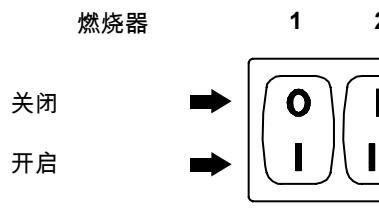
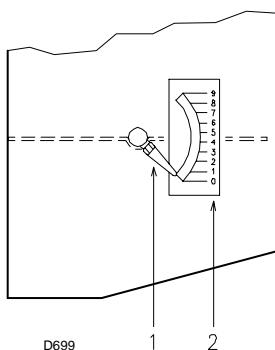
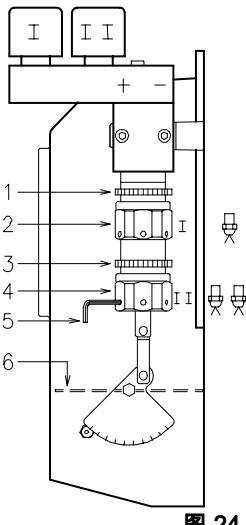

图 22
图 23
图 24
- 若从螺栓 3) 处有油漏出，则油泵注油成功。关闭燃烧器，将开关 1) (图 22 第 20 页) 置于“OFF”位置并拧紧螺栓 3)。
将开关 1) (图 22) 置于“ON”处。
将开关 2) (图 22) 置于一段火运行处以保持燃烧器在一段火时的平稳运行。风量挡板 6) (图 24) 的开启程度必须根据所选喷嘴进行调整；指针 1) (图 23) 必须与标有刻度的扇型刻度盘 7) (图 23) 相应位置对齐。可以用六角螺丝进行调整 2) (图 24)：
刻度 2.3 (图 23) 必须与指针 1) 对齐。
调整结束后，用螺母 1) 将六角螺丝 2) (图 24) 拧紧。
N° = 刻度 2) (图 23)
将开关 2) (图 22 第 20 页) 置于二段火运行位置, 松开螺母 3)(图 24) 后, 转动六角螺丝 4)(图 24) 调整风量挡板 6)(图 24)。附件 1)(图 25) 的气压值必须接近表(图 25) 所示压力与附件 2) 所测炉膛压力之和。参考图中所示。
为了方便地调整六角螺丝 2) 和 4) (图 24), 可使用 3 mm 六角扳手 5) (图 24)。